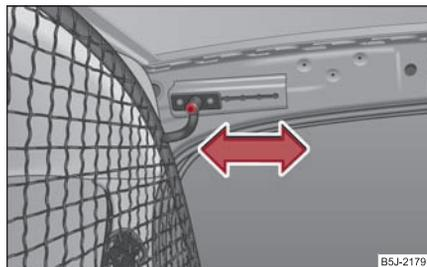
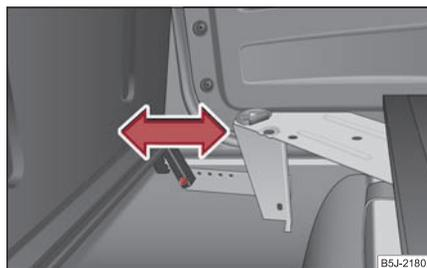

Fig. 221 Alojamiento superior del panel separador de seguridad
Fig. 222 Alojamiento inferior del panel separador de seguridad
- Destornillar a cada lado un tornillo en la parte superior de la carrocería ⇒ **fig. 221** y uno en la parte inferior ⇒ **fig. 222**.